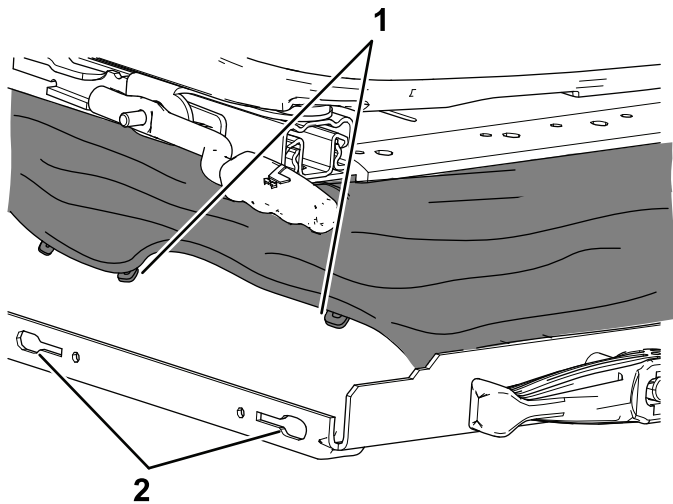

Figure 6
- 1. Détachez le soufflet du bord avant de la base du siège comme suit (Figure 6) :